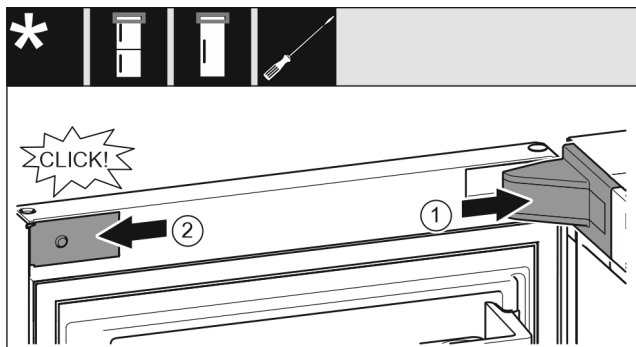

Fig. 20
- ▶ Helyezze fel és pattintsa be a csapágybak fedelét, szükség esetén óvatosan nyomja szét. Fig. 20 (1)
- ▶ Helyezze fel oldalra a lemezt, és pattintsa be. Fig. 20 (2)